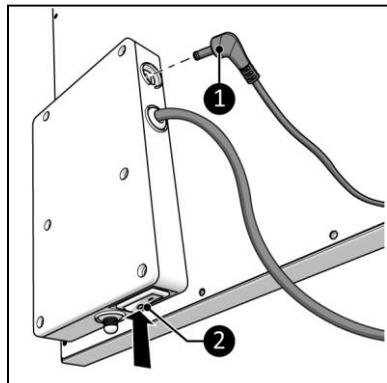

Abbildung 15
1. Stellen Sie sicher, dass sich der EIN/AUS-Schalter in der AUS-Position befindet (Abbildung 15, Pos. 2).
2. Verbinden Sie den Stecker des Temperatursensors (Abbildung 15, Pos. 1) mit dem Sensorstecker.